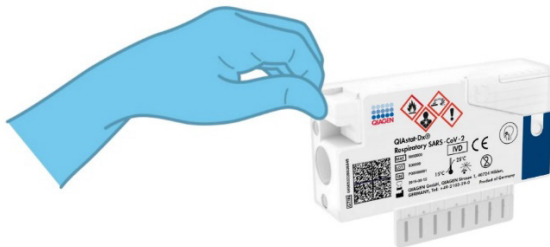

Figura 10. Fechando a tampa de amostra da porta de swab.
7. Feche firmemente a tampa de amostra da porta de swab até ouvir um clique (Figura 10).